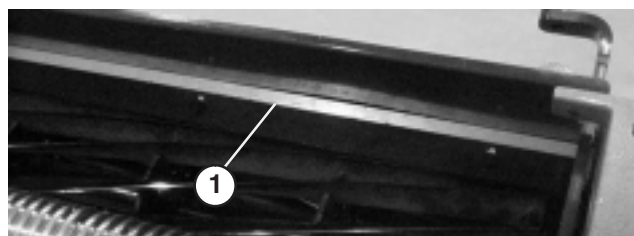

Figure 21
1. Desserrez les vis de fixation de la barre supérieure (Fig. 21) au plateau de coupe.